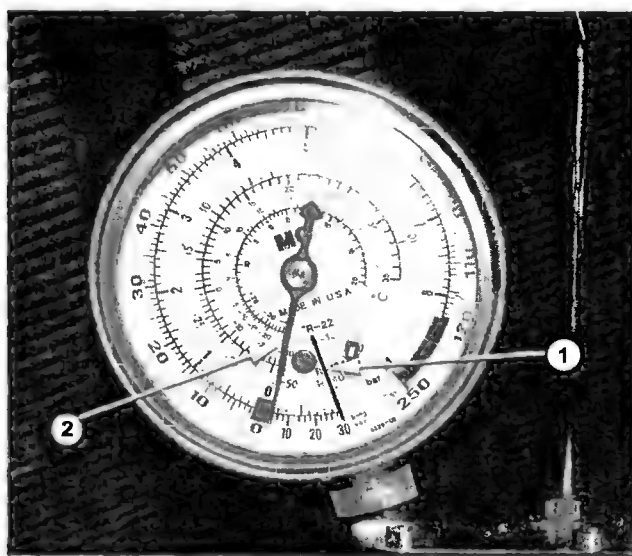

Рис. 2.7.9
- открывают оба вентиля 3С и включают вакуумный насос. Среднее время вакуумирования КЦ составляет 30 мин. По окончании процесса вакуумирования показания манометра низкого давления 3С (на рис 2.7.7 — он слева) должны соответствовать метке 1 (рис. 2.7.9),